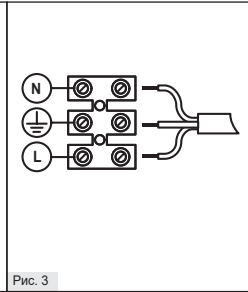

Рис. 3
5. Присоедините концы кабеля к позициям L, N, ⊕ (Рис. 3).